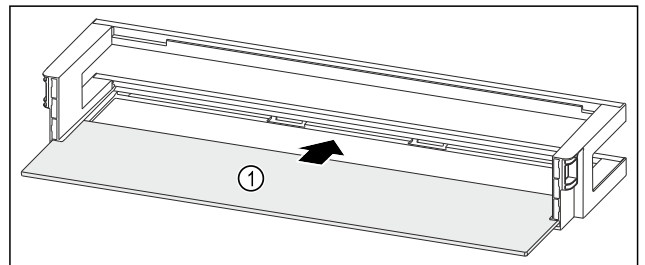

Fig. 161 Ajtópolc tárolólappal
- ▶ Tolja be a tárolólapot Fig. 161 (1) az oldalsó bemarásokba.